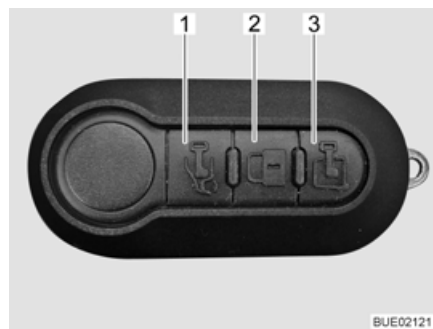

Bild 59 Multifunktionell fjärrstyrning
- Tryck en gång kort på knapp  (Bild 59,1). Förardörren är upplåst.
- Tryck en gång kort på knapp  (Bild 59,3). Ingångsdörren är upplåst.
- Tryck en gång kort på knapp  (Bild 59,2). Alla dörrarna är låsta.